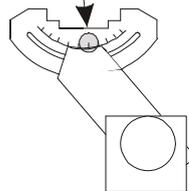

Figura 6
- 3- posizionare il goniometro in maniera da leggere sulla sua scala la latitudine del punto di installazione dell'LP PYRA 12 (figura 6)